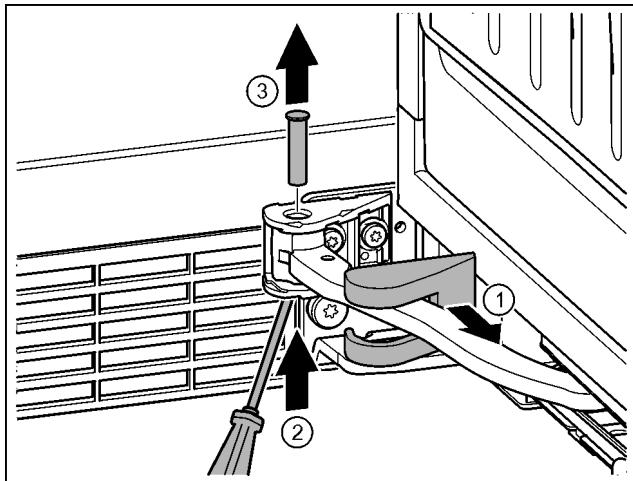

Fig. 19
- Lagerbockabdeckung abziehen und entlang des Gelenks verschieben. Fig. 19 (1)
- Bolzen mit Finger oder Schraubendreher von unten anheben. Fig. 19 (2)
- Mit Schraubendreher unter den Bolzenkopf fahren und herausziehen. Fig. 19 (3)